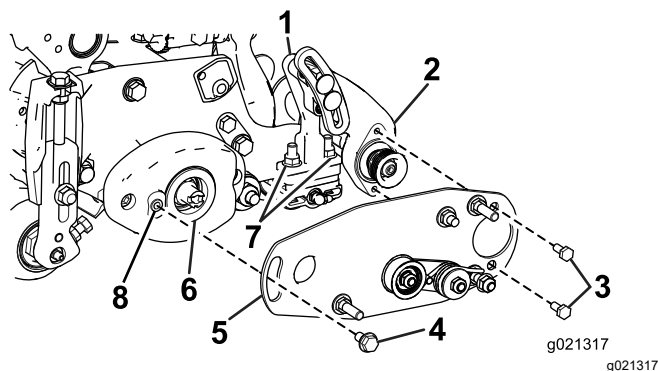

図 9
2. 5/16-18 タップを使って、ねじ部分についているペイントを除去し、ショルダボルトが取り付けられるようにする 図 9。
3. ベアリングハウジングのグロメットの内側にグリスを塗る 図 9。
4. ローラブラシベアリングハウジングをローラブラシ取り付けブラケットに固定しているボルトをゆるめる 但し外さないこと 図 9。
5. ローラブラシピボットプレートを 図 9 のように下側にアイドルプーリを取り付けられるように向きを確認する。
6. ローラブラシピボットプレートを、ローラブラシベアリングハウジングに整列させる 図 9。
7. ボルト 5/16 x 5/8" 2本に 242 ロクタイト青を塗り、これらを使ってブラシプレートをローラブラシベアリングハウジングに取り付ける 図 9。ボルトを 20-25 N·m 3.7-4.6 kg·m = 15-19 ft·lb にトルク締めする。
- A. ローラブラシ取り付けブラケットをカッティングユニットのサイドプレートに固定しているフランジナット2個をゆるめる 図 9。
- B. ブラシプレートがカッティングユニットのサイドプレートに平行になるまでローラブラシベアリングハウジングを回転させる 図 9。
- C. ローラブラシ取り付けブラケットをカッティングユニットのサイドプレートに固定しているフランジナット2個を締め込む 図 9。
4. ショルダボルトにロックタイト242青を塗布する 図 9。
5. ショルダボルトを使って、ブラシプレートをローラブラシハウジングに取り付ける 図 9。